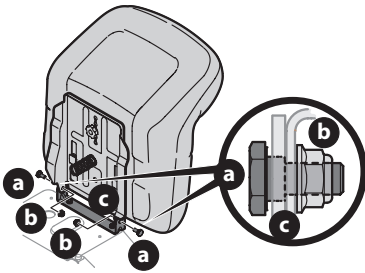

Figura 10
- Instale los dos pernos con reborde (a) y las tuercas de seguridad (b) que extrajo del soporte de montaje del asiento (c) en el Paso 1 (Figura 10).
NOTA: compruebe que el reborde del perno quede completamente embutido en el soporte del asiento cuando sujete la tuerca de seguridad (círculo en la Figura 10).